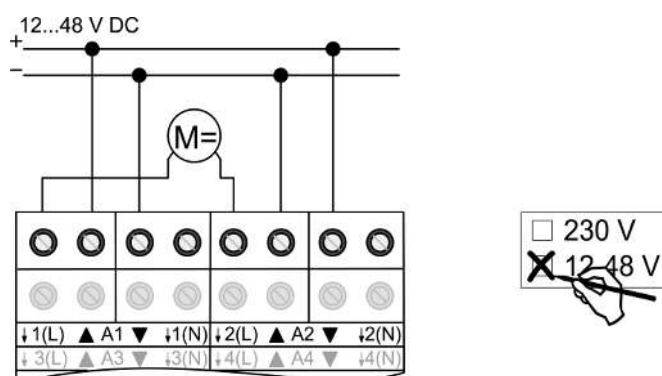

рисунок 7: Подключение двигателей постоянного тока
- Подключите двигатели (см. рисунок 7).
- Укажите применение **12-48 V** на этикетке (см. рисунок 7).